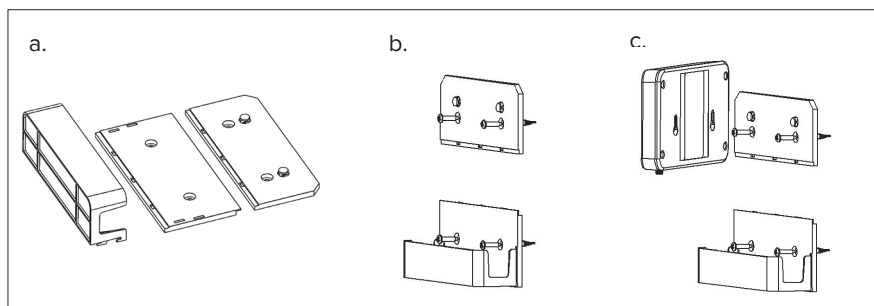

Figure 5 : Montage de l'écran de contrôle
**L'écran de contrôle doit être monté** à l'aide du système de montage fourni, **au-dessus ou à côté** de la chambre, comme illustré à la **FIGURE 5**.